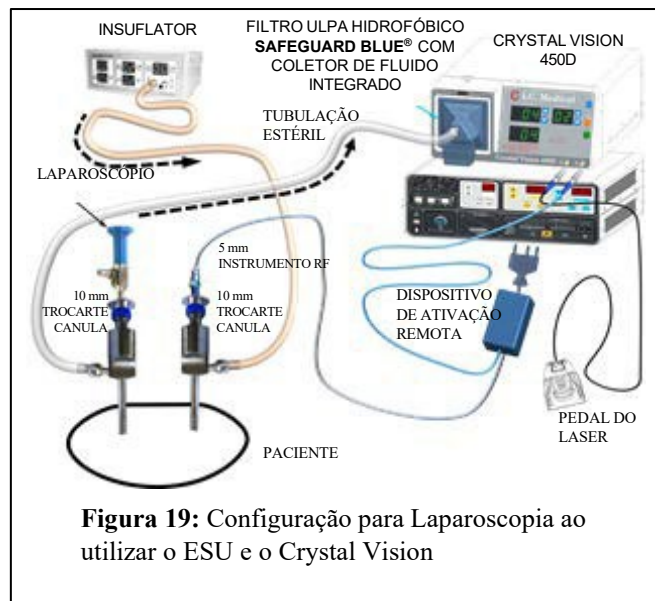

Figura 19: Configuração para Laparoscopia ao utilizar o ESU e o Crystal Vision
5. O FLUXO do insuflador deve ser configurado no Máximo e a pressão deve ser configurada de acordo com as necessidades do cirurgião. Consulte a Figura 19.